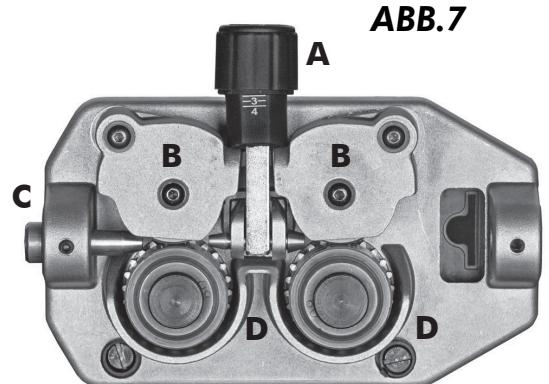

ABB.7
- Plastikdrehgriff lockern (A) und senken und die Drahthebel anheben (B) (Abb.7). Etwaige Drahtrückstände aus der Drahthülle entfernen.
- Draht aus der Spule lassen und mit einer Zange so festhalten, der er sich nicht abwickeln kann. Das Ende vor dem Einführen in die Führung (C) ggf. gerade biegen. Draht so einführen, dass er über den unteren Rollen (D) verläuft und die Drahthülle eintritt.